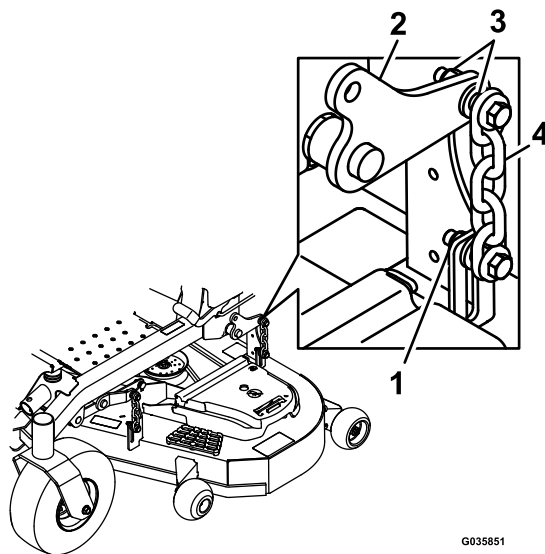

Figura 84
13. Afloje las contratuercas (Figura 84) en las 4 esquinas y compruebe que la carcasa de corte está bien asentada sobre los cuatro bloques.